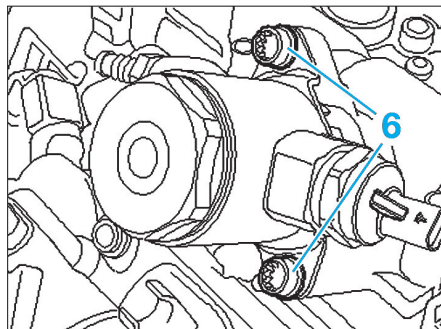

Fig. 33
- Déposer les vis (6) de manière uniforme (Fig.33).